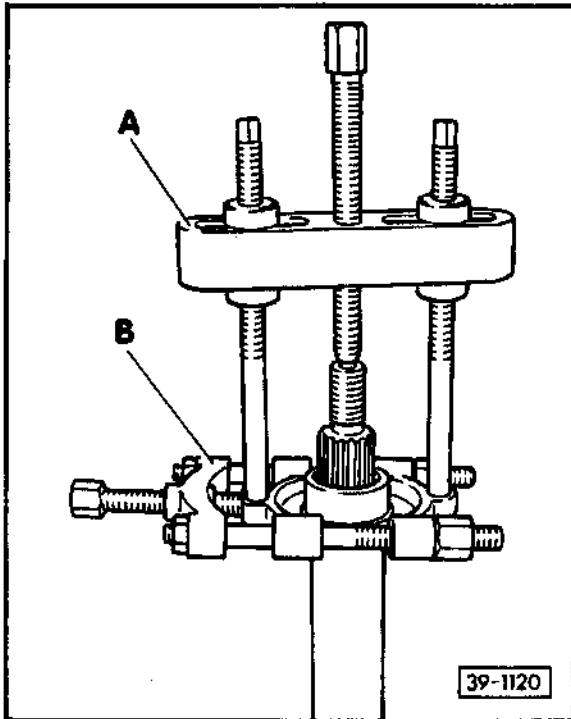

Abb. 1 Scheibe und Zylinderrollenlagerinnenring abziehen
- abziehen – Abb. 1
o Abb. 1
◄ Abb. 1 - Flansch am Lagerschild bisher